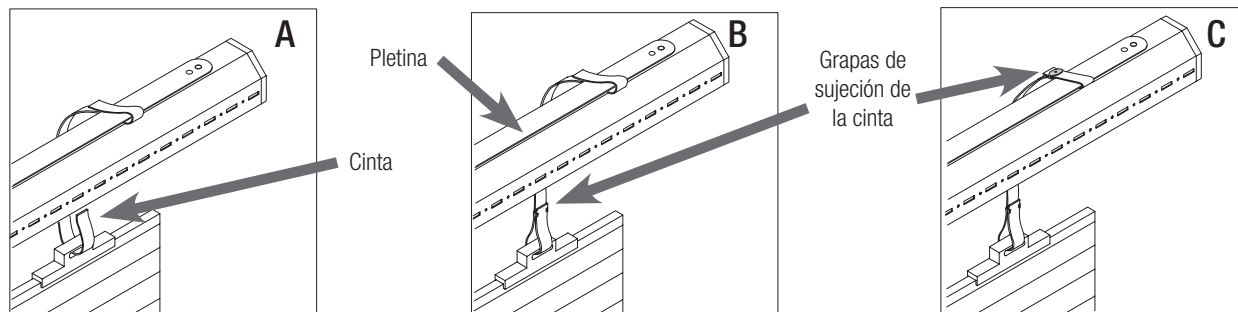

Fig. 18
1. Pase la cinta a través del correspondiente paso presente en la persiana (Fig. 18 ref. A)
3. Pase la cinta primero por debajo y luego por encima de la pletina del rodillo. (Fig. 18 ref. A-B)
4. Introduzca las grapas y regule la longitud de la cinta de modo que quede ligeramente tensado (Fig. 18 ref. B-C)
5. Apriete las grapas de sujeción de la cinta con una pinza (Fig. 18 ref. C)